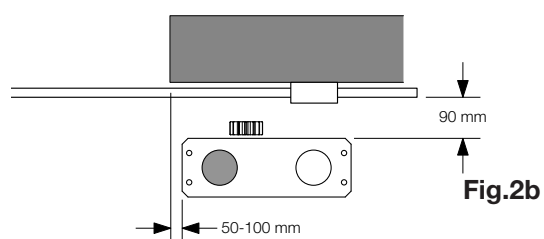

Fig.2b
- Fig.2b instalación con motor a la derecha